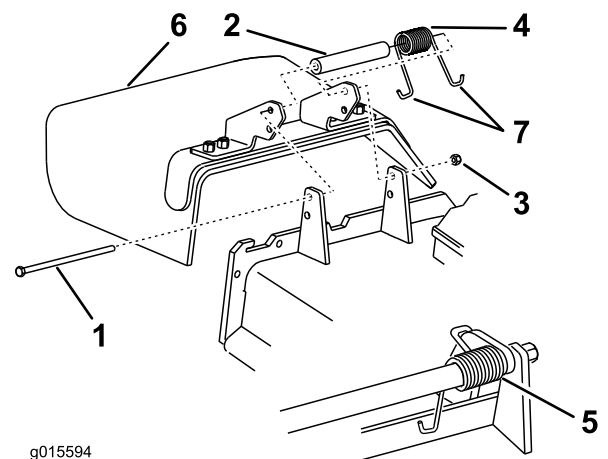

Figura 1
1. Retire la contratuerca, el perno, el espaciador y el muelle que sujetan el conducto de descarga lateral a la carcasa de corte (Figura 1).
2. Retire el conducto de descarga lateral de la carcasa de corte (Figura 1).